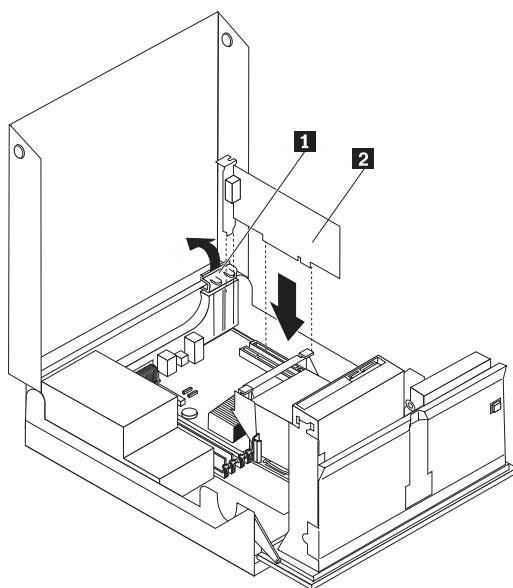

図7. アダプター・カードの取り付け
2. コンピューター・シャーシの後部を下へ押し下げている間に、アダプター・リテーナー **1** をオープン位置まで回転させます。現在取り付けられているすべてのアダプター **2** を取り外します。図 7 を参照してください。